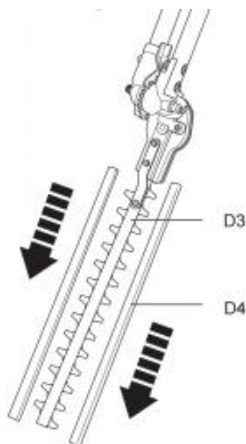

Fig. 23
1) Ta bort knivskydden (D4) från bladet (D3) före användning (fig. 23).